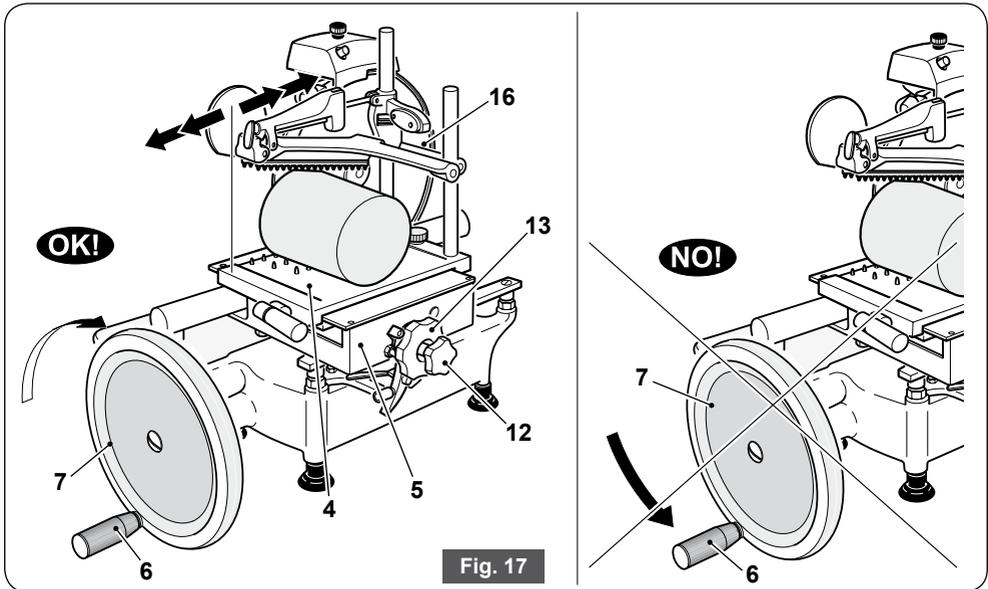

Fig. 17
- Den Griff (6) nehmen und das Handrad (7) in Uhrzeigerrichtung drehen, um mit der Umdrehung des Messers und der wechselweisen Bewegung der Schneidgutauflage (4) (Abb. 17) zu beginnen.